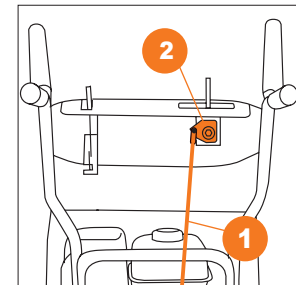

Рис. 9
- Подсоедините штангу рычага выбора передач **1** к кронштейну рукоятки панели управления и зафиксируйте шплинтом **2** (Рис. 9).